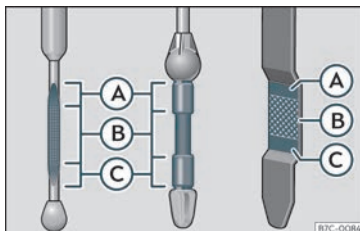

Fig. 215 Barra de medición do nivel de aceite.
- A continuación, volva extraela e comprobe o nivel de aceite » **fig. 215**. Se for necesario, recargue aceite do motor.
- Cando o nivel de aceite alcance como mínimo a zona»» **fig. 215 (B)**, enrosque o tapón da boca de recarga con coidado »» ⓘ.
Se o nivel de aceite está por encima da zona»» **fig. 215 (A)**, non arranque o motor. Pode causar danos no motor e no catalizador. Informe a un taller especializado.
O nivel de aceite non deberá estar en ningún caso por encima da zona»» **fig. 215 (A)**. De non ser así, podería aspirarse aceite polo respiradouro do cárter do cegoñal e chegar a atmosfera a través do sistema de escape.